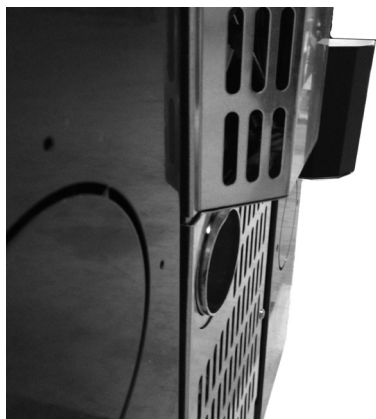

Fig. 12 - Phase 1
- Ursprüngliche Position: Leitung vollständig eingelassen (siehe **Fig. 12**).